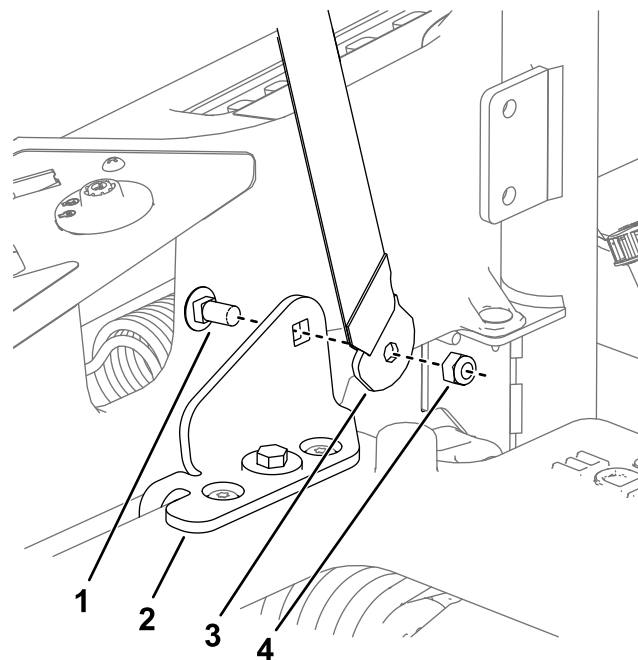

Figura 8
- Montate la fibbia e il timone della cintura di sicurezza all'interno delle relative staffe con 2 viti a testa tonda (7/16" x 1") e 2 dadi di bloccaggio (7/16"), come illustrato nella Figura 8.